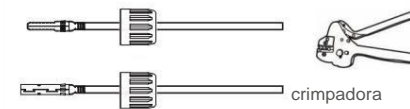

Figura 5.14 Engarce el pin de contacto al cable
3. Engarce la clavija de contacto al cable con una engarzadora de cables adecuada. (ver Figura 5.14)